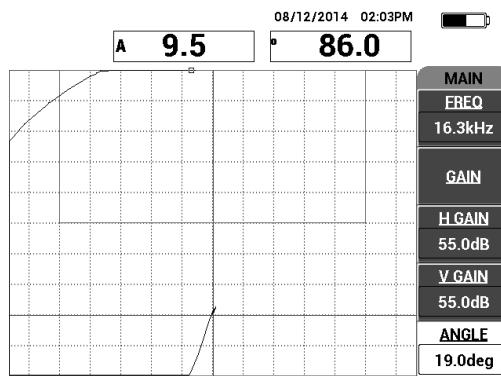

Рис. 6-66 Настройка угла для перемещения точек вверх
2. Поднимите преобразователь в воздух и нажмите клавишу меню MAIN (‘‘’), настройте УГОЛ (клавиша E), так чтобы точки на схеме XY переместились вверх (см. Рис. 6-66 на стр. 178).